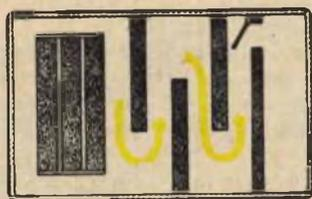

Fig. 8
**Cucine economiche** - L'installazione razionale del bruciatore all'interno del focolare di una cucina economica (fig. 8) prevede che la sommità dei beccucci si trovi ad una distanza di circa 4 centimetri dal piano della cucina stessa.